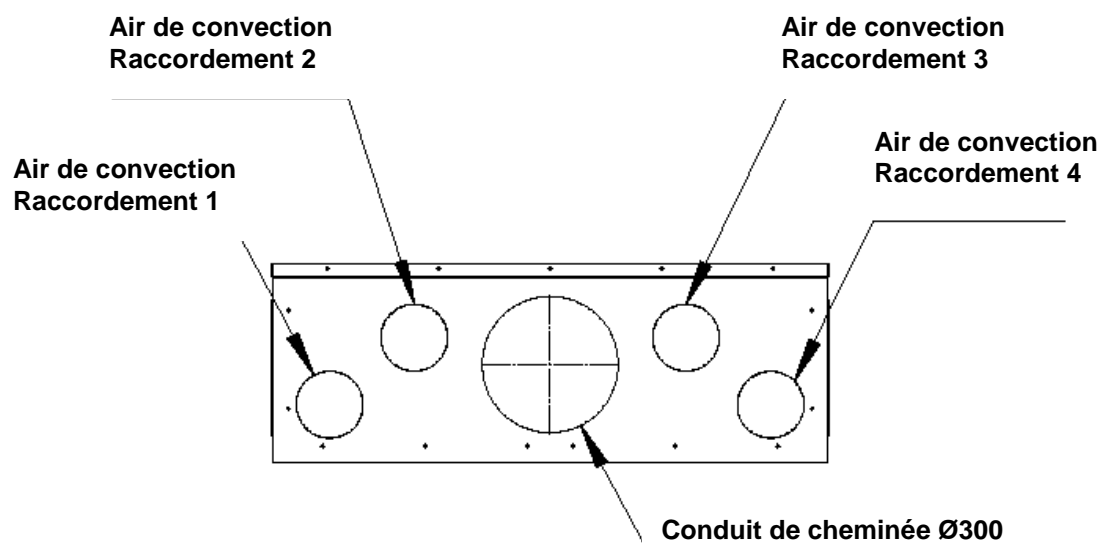

Figure 8 : Bouches de raccordement
- Chaque appareil dispose de 2 bouches de raccordement pour l'air ambiant, dans le bas de l'appareil, à gauche et à droite de l'appareil (voir figure 8) (photo 10).